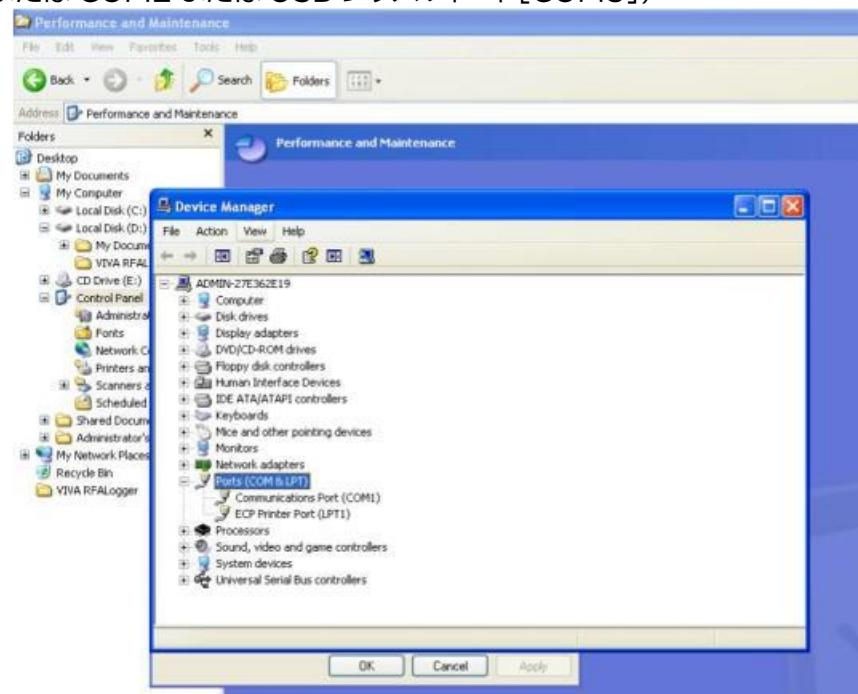
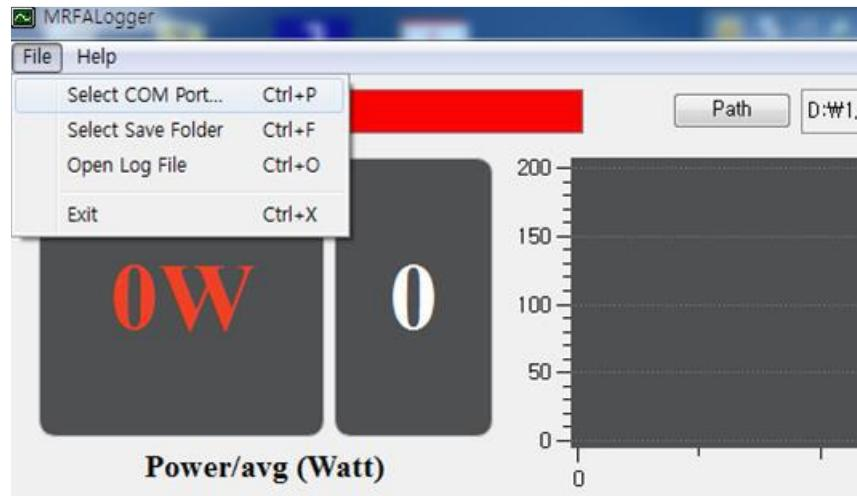

図1
図2
3) コンピューターを使用して、ジェネレータとコンピューターの間の通信のための通信ポートを設定します。(順序:図1→図2→図3) 表示されたメニューをクリックして、図1に示すようにデバイスを表示します。使用中のデバイスを選択します。表示されたデバイスリストのポート(COM および LPT)をクリックして、現在の通信ポートを確認します。